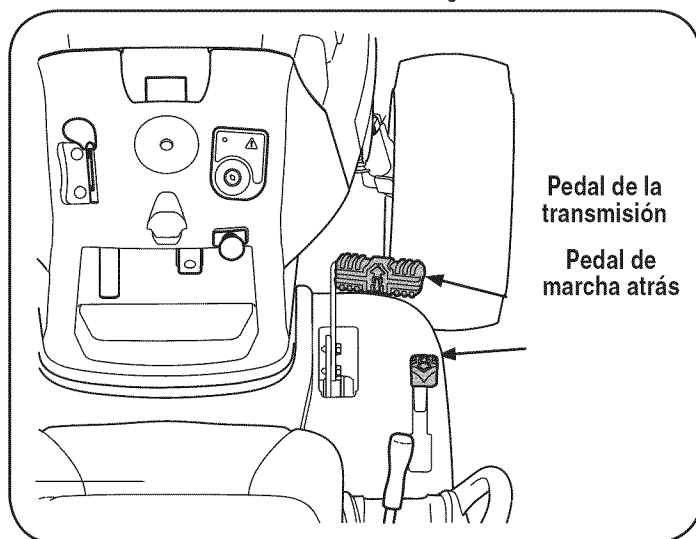

Figura 7
2. Para conducir hacia adelante, presione suavemente la parte superior del pedal de transmisión hacia adelante hasta que se alcance la velocidad deseada. Vea la Figura 7.
3. Para conducir MARCHA ATRÁS, verifique que el área detrás esté despejada. Luego presione lentamente la porción inferior del pedal de transmisión con la bola de su pie (NO su talón) hasta que se alcance la velocidad deseada. Vea la Figura 7.